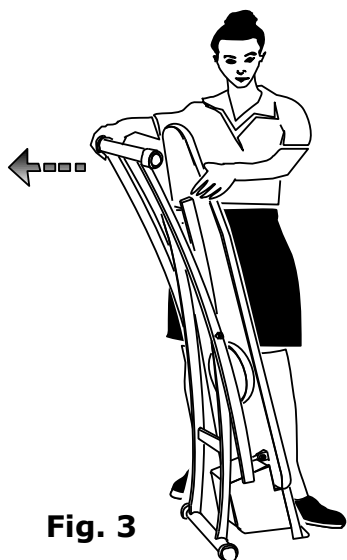

Fig. 3
3. Tirare la gamba fino all'apertura desiderata (fig. 3).